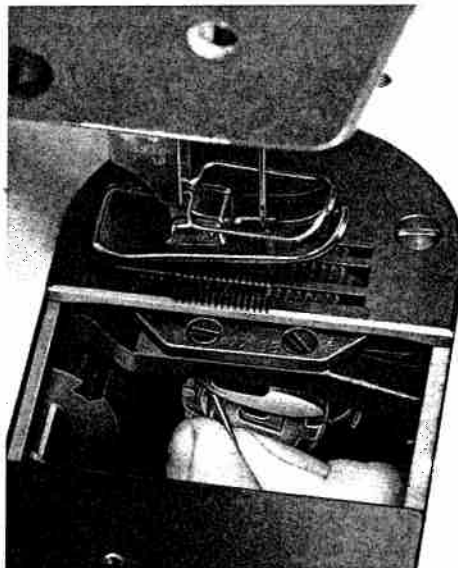

Fig. 6
Bei leichtem Festhalten der Spule den Faden in den Schlitz 1 einhängen und unter der Spannungsfeder hindurchziehen, bis er hinter der Federzunge 2 wieder hervorkommt. Fadenende ca. 5 cm überstehen lassen. Maschine ausschalten. Durch Drehen am Handrad Fadenhebel in höchste Stellung bringen. Oberkapsel in Greifer einsetzen (Fig. 6).
Place the bobbin case into the sewing hook (Fig. 6).
Tout en retenant légèrement la canette, faire passer le fil depuis la fente 1 sous le ressort de tension, jusqu'à ce qu'il réapparaisse derrière la languette du ressort 2. Laisser dépasser environ 5 cm de fil. Mettre la machine hors circuit. Tourner le volant jusqu'à ce que le levier releveur de fil se trouve au point haut de sa course. Placer la boîte à canette garnie dans le crochet (fig. 6).
Sujetando ligeramente la bobina, enganche el hilo en la ranura 1 y páselo por debajo del muelle tensor hasta que aparezca de nuevo por detrás de la lengüeta elástica 2, dejando que sobresalga unos 5 cm. Desconecte la máquina. Gire el volante hasta que la palanca tirahilos de halle en su posición superior. Introduzca la bobina llena en la cápsula y colóquela en el garfio (fig. 6).
■ La spolina piena va inserita nella capsula in modo che il filo scorra in senso orario (vedi freccia fig. 5). Tenendo leggermente la spolina, agganciare il filo nella fessura **1** e tirarlo al di sotto della molla di tensione fino a che non fuoriesce nuovamente dietro la linguetta della molla **2**. Tirare ca. 5 cm di filo fuori. Disinserire la macchina. Girando il volantino, portare il tendifilo nella posizione più alta. Mettere la spolina piena nella capsula ed inserire nel crochet (fig. 6).
■ Introduza a bobina cheia na cápsula de tal forma que o fio desenrole no sentido dos ponteiros do relógio (veja Fig. 6 - seta).
Segurando a bobina, passe o fio pela ranhura **1**, por baixo da mola de tensão até que apareça por trás da lingueta da mola **2**. Deixar o fio sobressair por mais ou menos 5 cm. Desligar a máquina. Girando manualmente o volante, ponha o elevador do fio na posição mais alta. Introduza bobina e cápsula na lançadeira (Fig. 6).